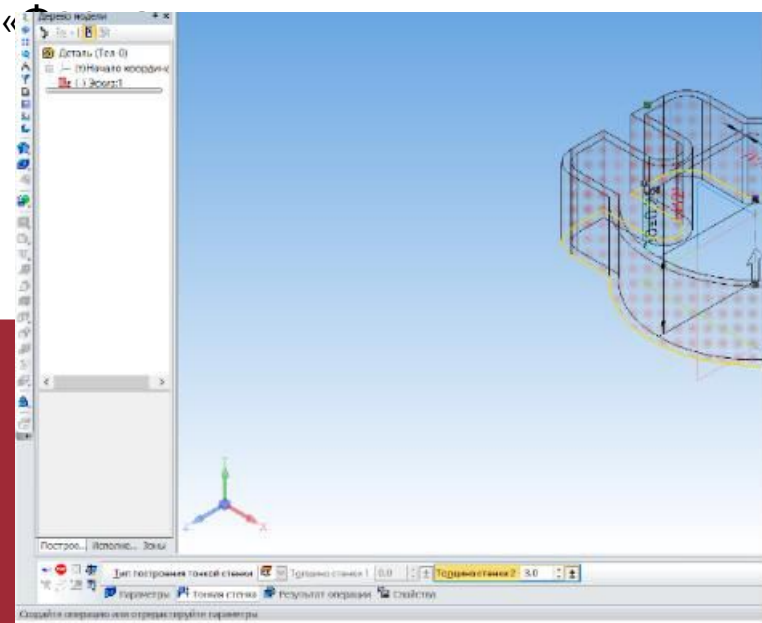

Рисунок 2.12 – Построение тонкой
10. На **Панели свойств** активизируйте режим **Тонкой стенки** и постройте модель (рисунок 2.12).